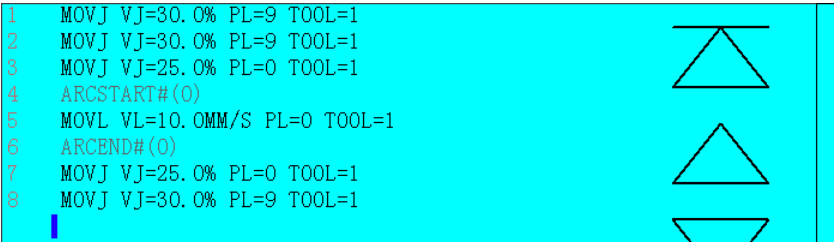

图 6.3
- 2.双击5555程序或者点击子菜单中【打开】键，打开该程序，进入程序编辑界面。如图6.3所示。